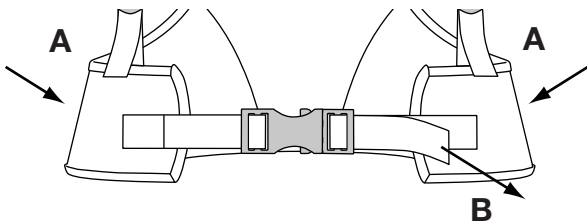
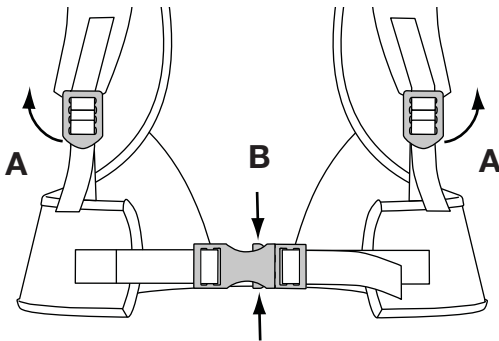

Fig. 18
Fig. 19
**REMARQUE :** Assurez-vous que le poids de l'appareil repose sur les hanches par le support de taille du système de support (Fig. 18, A).
3. Si le poids ne repose pas sur les hanches, relâchez les supports d'épaules (Fig. 19, A) et tirez sur le support de taille (Fig. 18, B). Ajustez jusqu'à ce que le poids de l'unité repose sur les hanches.
1. Pour libérer les supports d'épaules, tirez sur la languette inférieure des boucles des supports d'épaules (Fig. 19, A).
2. Appuyez sur le haut et le bas des attaches du support de taille du système de support pour le relâcher (Fig. 19, B).